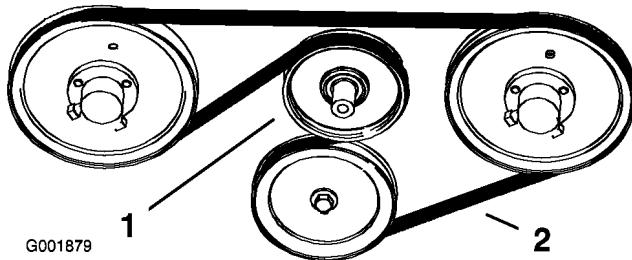

Bild 60
2. Ziehen Sie die federgespannte Spannscheibe nach unten und entfernen den Fahrantrebsriemen vom Motor und die Riemenscheiben der hydraulischen Pumpe (Bild 60). Ziehen Sie den Riemen von den Riemenscheiben ab.
3. Legen Sie einen neuen Riemen um die Motor- und Hydraulikpumpenscheiben (Bild 60).
4. Ziehen Sie den federgespannten Spannarm nach unten und richten Sie diesen unter dem Fahrantrebsriemen aus. Lösen Sie den Druck auf den federgespannten Spannarm (Bild 60).